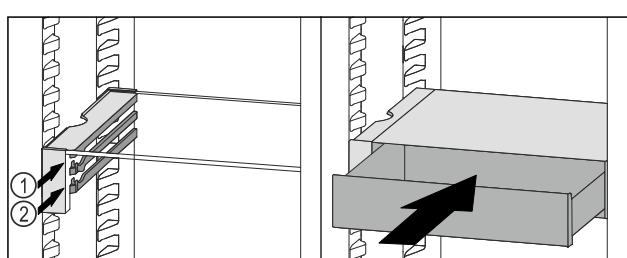

Fig. 76
- Zásuvku VarioSafe nasadte za zarážkami na požadovanom rebre Fig. 76 (1) alebo Fig. 76 (2).